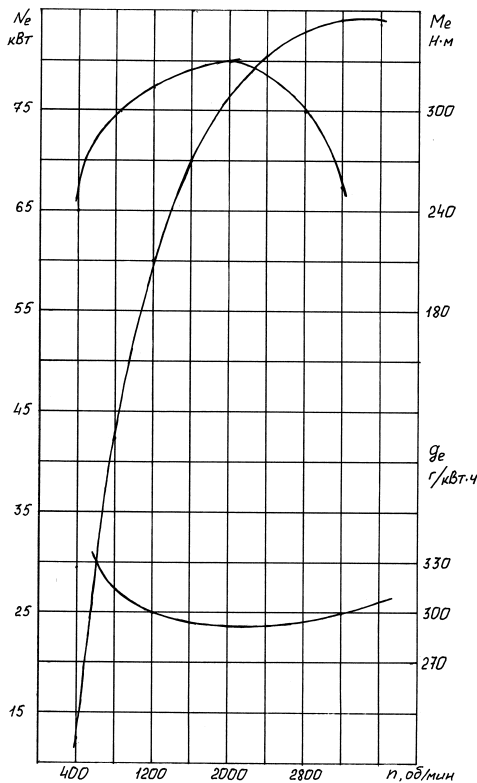

Рисунок 1. Внешняя скоростная характеристика двигателя
1. Мощность на колесах автомобиля 56 кВт, КПД трансмиссии 0,8, передаточное число трансмиссии 6,45. Используя внешнюю скоростную характеристику двигателя (рис.1), определить скорость движения автомобиля, мощность, теряемую в трансмиссии, частоту вращения колес, тяговую силу и момент на колесах, если размер шин 260-20.